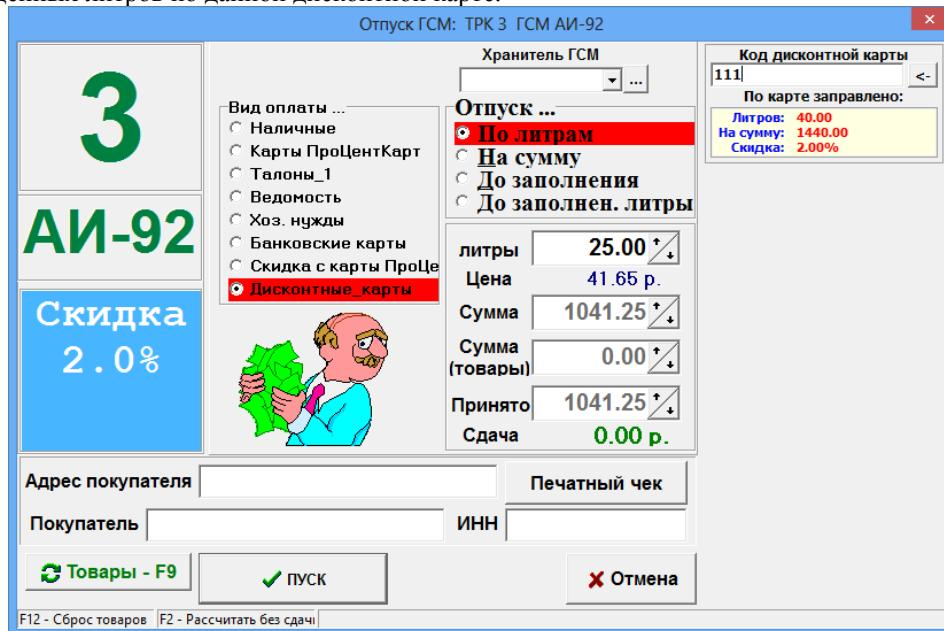

Рис. 23
В окне «Отпуск ГСМ» (рис.23) выберите вид оплаты, для которого установлена дисконтная скидка, например, «Дисконтные карты», задайте тип отпуска «По литрам», задайте количество литров для отпуска, считайте штрих-код дисконтной карты и щелкните кнопку «Пуск».
В окне «Отпуск ГСМ» (рис.23а) выберите вид оплаты, для которого установлена терминальная скидка, например «Наличный», задайте тип отпуска «По литрам», задайте количество литров для отпуска, приложите к ридеру бесконтактную дисконтную карту, поставьте настройку (галку) «Запрашивать при продаже», нажмите на «Запрос». Считается номер карты и скидка, цена пересчитывается с учетом скидки, щелкните кнопку «Пуск».
Рис.23а
Размер расчитанной скидки выводится слева под наименованием ГСМ (рис.23).
**Внимание!** Для задания цены в поле «Продажа ведется в...» задайте «Килограммах», закройте окно. Повторно откройте окно (рис.23), в поле масса наберите массу, поле «Цена, РУБ./кг» станет активным, задайте цену. Цена сохранится при включении настройки Продажа ведется в «Литрах». Плотность газа в ПНБ берется с первого резервуара и списание идет с первого резервуара.